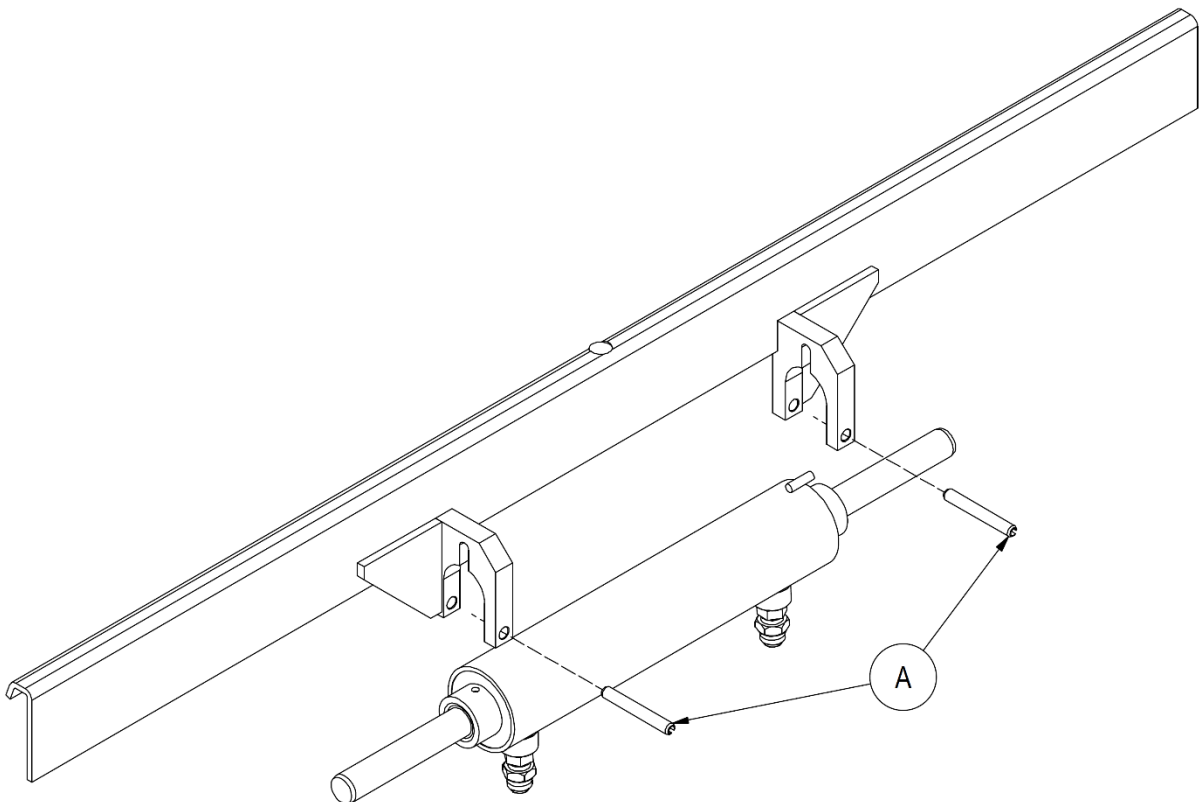

Figura 20
2. Rimuovere le 2/4 spine elastiche presenti **A** e togliere il cilindro dalla sede (vedi *Figura 20*).